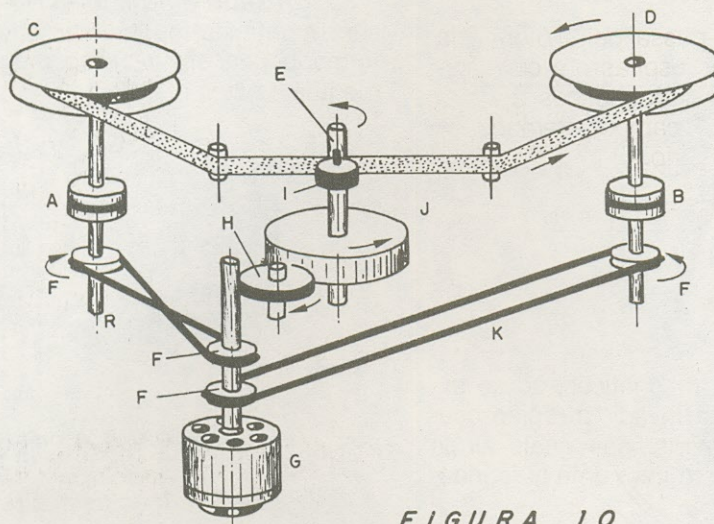

FIGURA 10
Na **figura 10** apresentamos o sistema mecânico monomotor. Observe que o motor
atua, por meio de polias, sobre duas embreagens (A e B da **figura 10**). Uma destas embreagens, acoplada ao carretel alimentador (C) gira em sentido inverso ao do cabrestante (capstan), enquanto que a outra (B), acoplada ao carretel receptor (D) gira no mesmo sentido do capstan.
Legenda da figura 10: